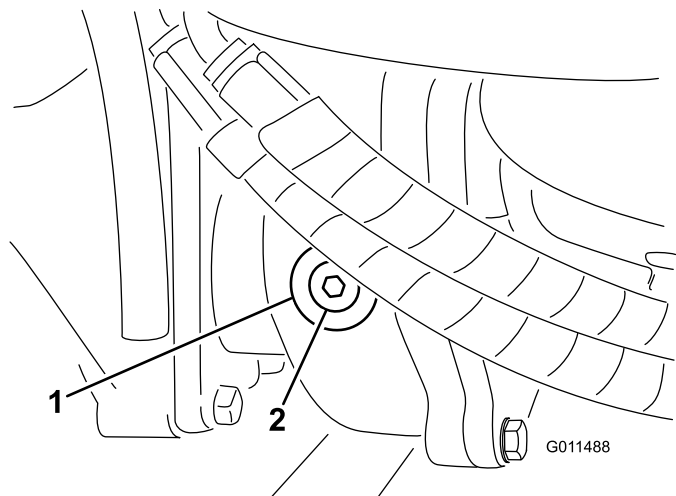

Figure 87
2. Enlevez le bouchon de contrôle/remplissage du côté gauche du boîtier d'engrenages et vérifiez que le lubrifiant atteint la base de l'orifice (**Figure 87**).